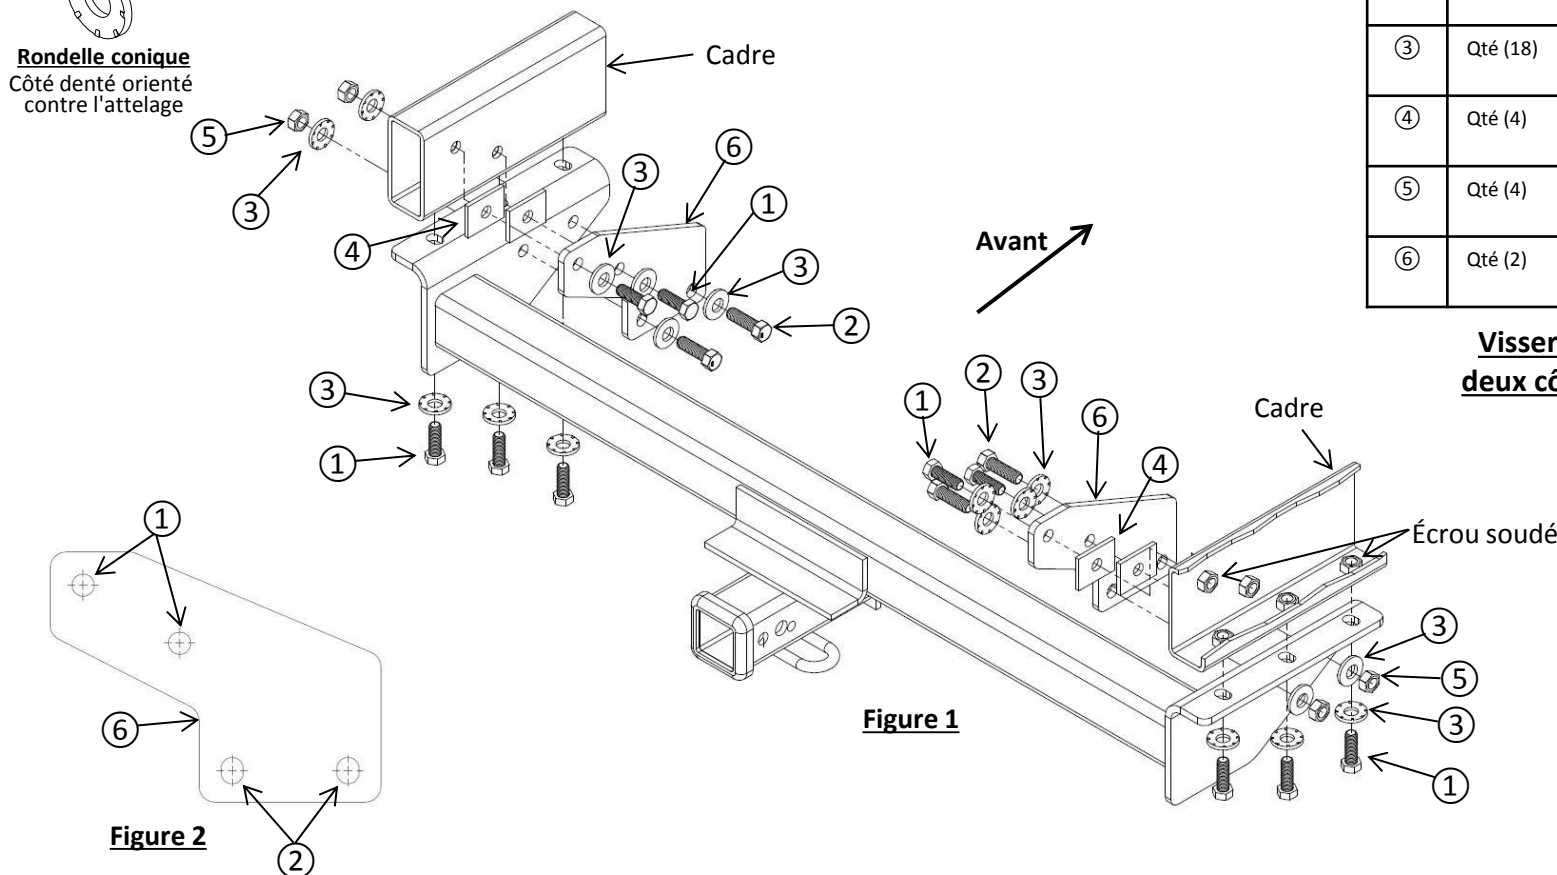

Figure 1
- Installer les plaques de boulons** – Poser deux (2) boulons M12 (art. 1) et deux (2) rondelles coniques à travers les deux (2) trous supérieurs de chaque plaque de boulon. Sur chaque boulon, placer un (1) espaceur puis visser le boulon dans l'écrou soudé du cadre, comme illustré à la Figure 1. Dans les deux (2) trous inférieurs de chaque plaque de boulon et chaque support d'attelage, placer un (1) boulon M12 (art. 2) et une (1) rondelle conique, puis enfiler sur chaque boulon une (1) rondelle conique et un (1) écrou M12.